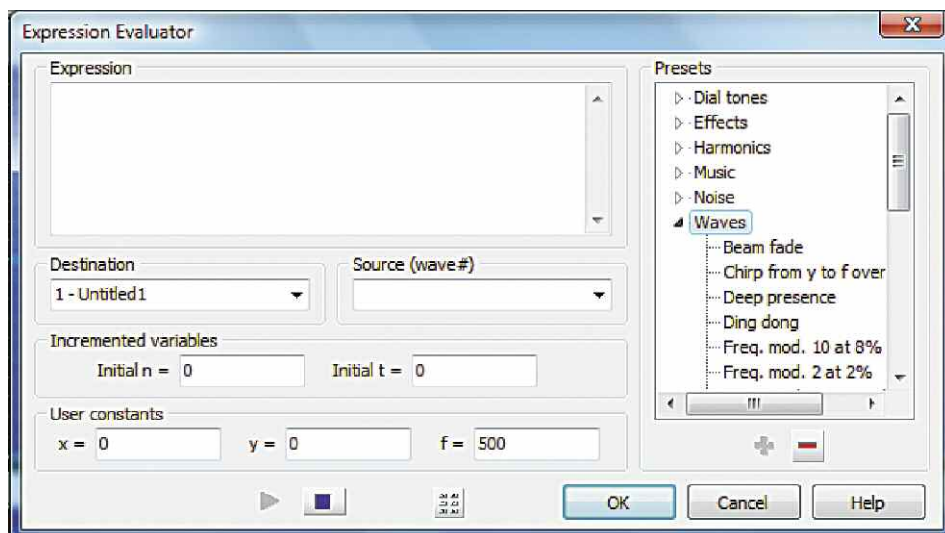

Рис. 4
3. Выбираем пресет *Waves* (рис. 4).